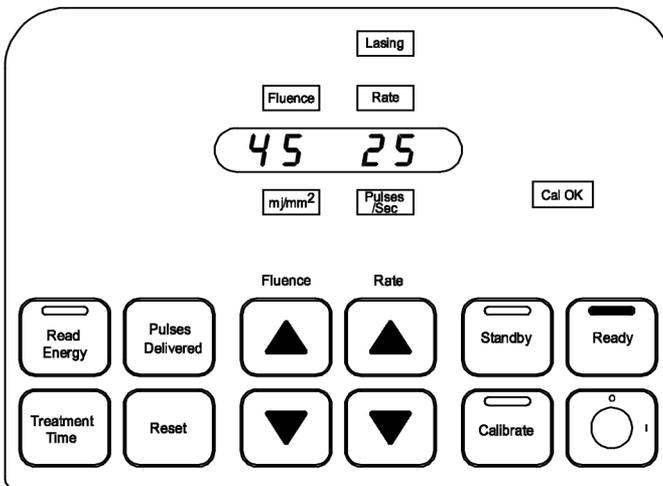

Figura 10
5. Presionar el interruptor de pie hace que se iluminen la luz de **operación del láser** de color rojo y la luz de estado de color rojo en la parte superior del panel de control. (Figura 10)